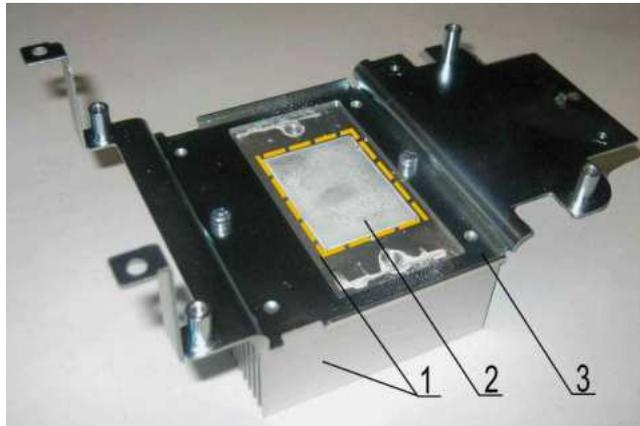

Рис. 7.1
7.1.1. Взять сборку, состоящую из металлической пластины 3 и радиатора 1, положить на рабочий стол (рис. 7.1). При необходимости, удалить с поверхности радиатора остатки теплопроводного компаунда салфеткой, смоченной СБС.